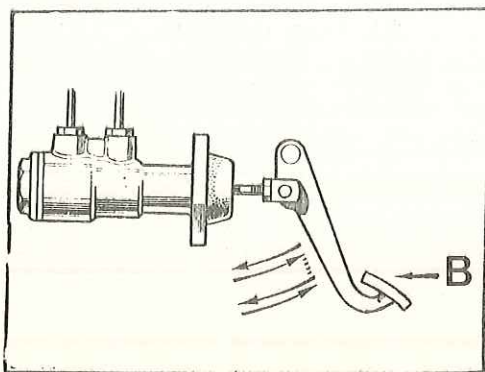

Fig. H-12 Acción sobre el pedal del freno
- 3.2.6. Apretar el pedal de freno a fondo lentamente y dejar que retroceda nuevamente de manera igualmente lenta. Hacer una pausa de tres o cuatro segundos y repetir la operación de la misma forma hasta que haya desaparecido todo síntoma de aire en cada cilindro de rueda (Fig. H-12).